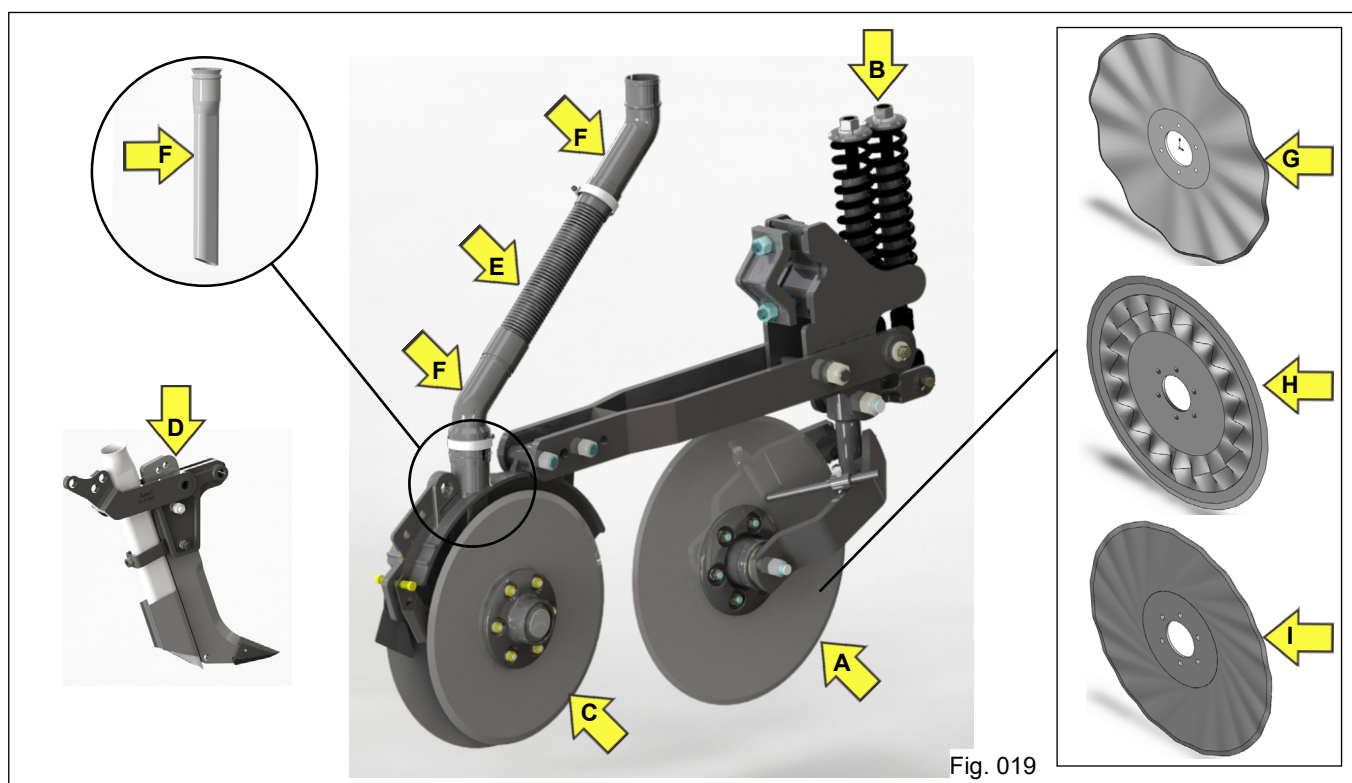

Fig. 019
- **Disco de corte:** padrão montado com disco de corte liso de 17 polegadas, possui mancal especial de rolamentos fixos e sistema de vedação desenvolvido para evitar a entrada de intempéries ("A" Fig. 019). São fornecidos como opcionais de discos de cortes: Liso de 15 polegadas, Ondulado de 16 polegadas "G", Ranhurado de 17 polegadas "H" e Turbo de 17 polegadas "I".
- **Haste reguladora de pressão:** Duas hastes com mola e munhão para regulação da pressão das unidades sobre o solo ("B" Fig. 019);
- **Discos duplos desencontrados:** Disco de corte liso de 15 polegadas, que podem ser montados paralelos ou em sistema desencontrado ao chassi (zig-zag) de acordo com configurações do produto ("C" Fig. 019);
- **Sulcador adubador:** Desenvolvido para movimentar o solo o mínimo possível e exigir menor esforço de tração e penetração ("D" Fig. 019). É opcional para montagem no lugar do disco duplo;
- **Condutores de adubo:** Mangote "E" construído de borracha sanfonada para acompanhar os movimentos das unidades e melhor transporte dos fertilizantes. Condutores "F" de adubo em polietileno (material não aderente), que permite a limpeza rápida e evita que o adubo fixe no suporte dos discos (Fig. 019).